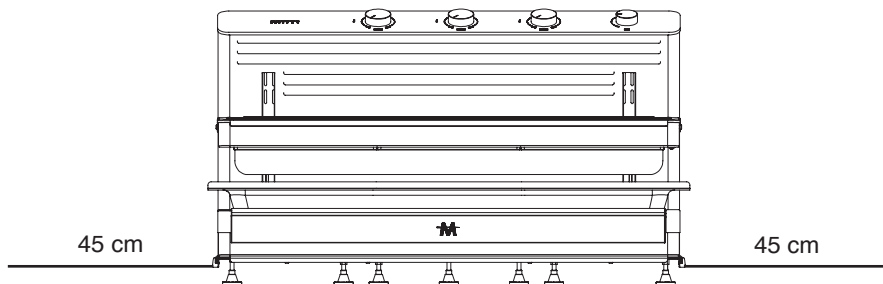

Figura 2
- Al menos 45 cm en el modelo MiiTi 09 (Figura 2).